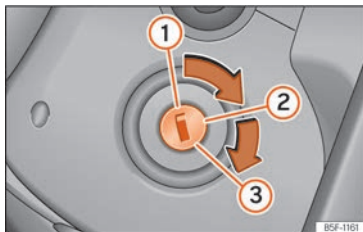

Fig. 137 Posiciones de la llave de contacto.
Posiciones de la llave del vehículo »» fig. 137
- ① Encendido desconectado. Se puede extraer la llave.
- ② Encendido conectado. Se puede soltar el bloqueo de la dirección.
- ③ Pise el pedal del freno si el testigo de control se enciende en verde. Conexión del sistema de propulsión. Cuando se haya conectado el sistema de propulsión, suelte la llave. Al soltarla, la llave vuelve a la posición »» fig. 137 ②.